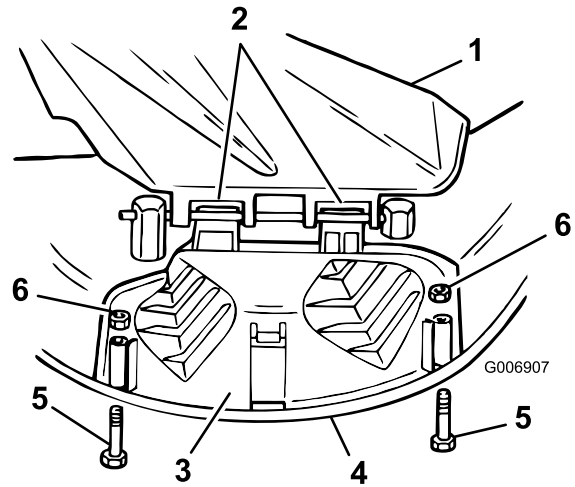

Figure 15
3. Abaissez l'obturateur d'éjection jusque sur le bord inférieur du carter de tondeuse pour fermer l'ouverture (Figure 15).
4. Fixez l'obturateur d'éjection au bord inférieur du carter de tondeuse à l'aide des boulons et des écrous (Figure 15).